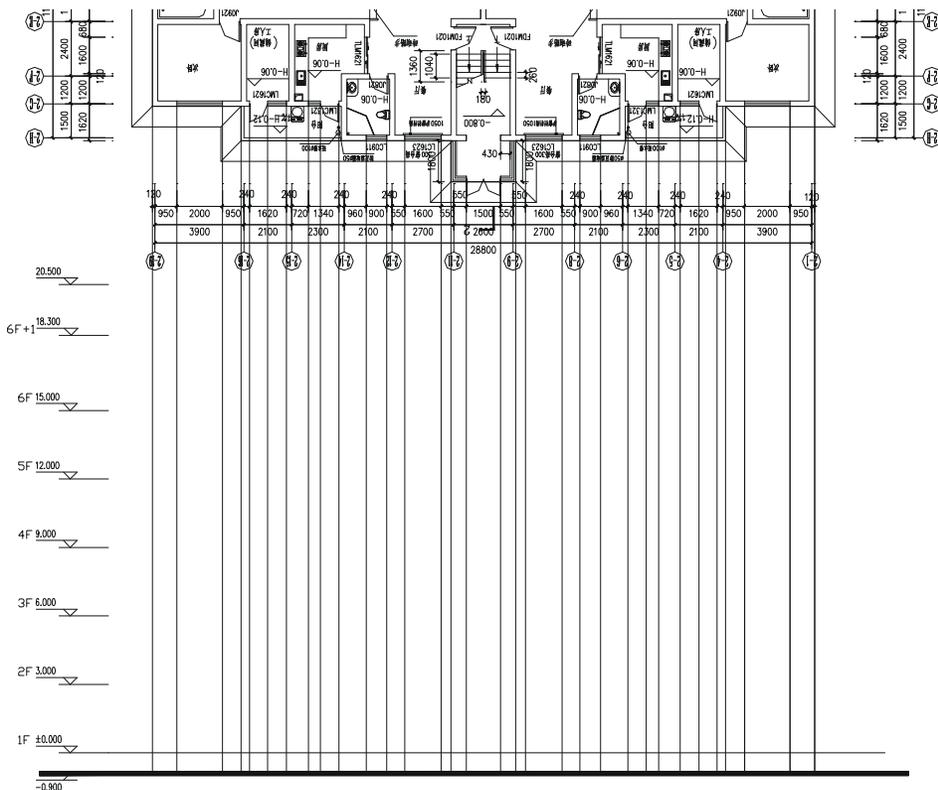

图 12-1-2
- STEP 04** 层高为 3000，参照前面别墅实例篇中绘制立面时楼层标高的制作方法绘制该立面的楼层标高线，如图 12-1-2 所示。
- STEP 05** 使用偏移命令 OFFSET 将如图 12-1-2 所示 ±0.000 位置的水平线分别依次向上偏